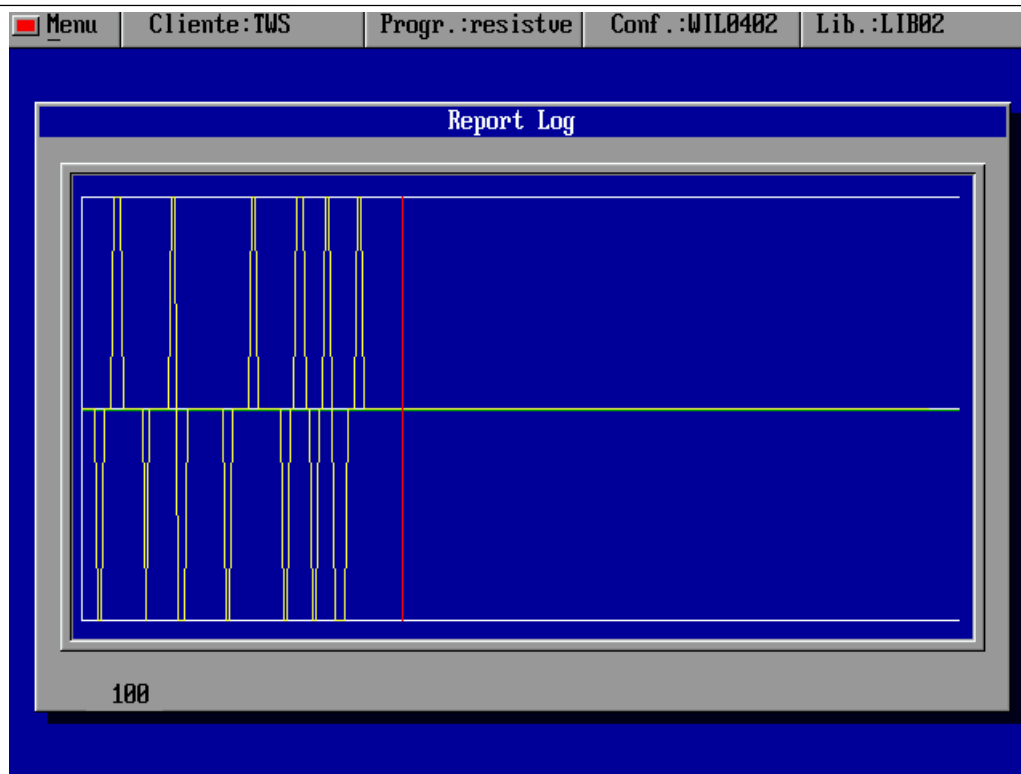

Рис. 3.30 График изменений кодировщика во время размещения
- Нажмите любую клавишу и на экран выводится рисунок кодировщика. (**Рис. 3.30**).